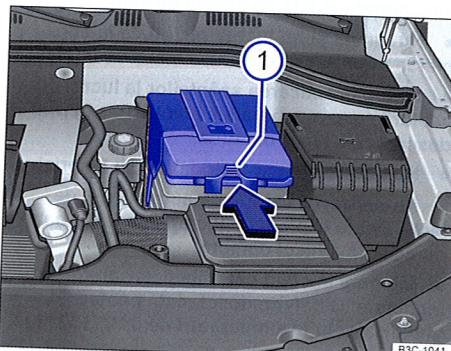

Fig. 199 În compartimentul motor: Scoateți capacul bateriei autovehiculului (Varianta 1).
- În cazul unui capac: Apăsați eclisa ⇒ fig. 199 ① în sensul săgeții și scoateți capacul în sus.